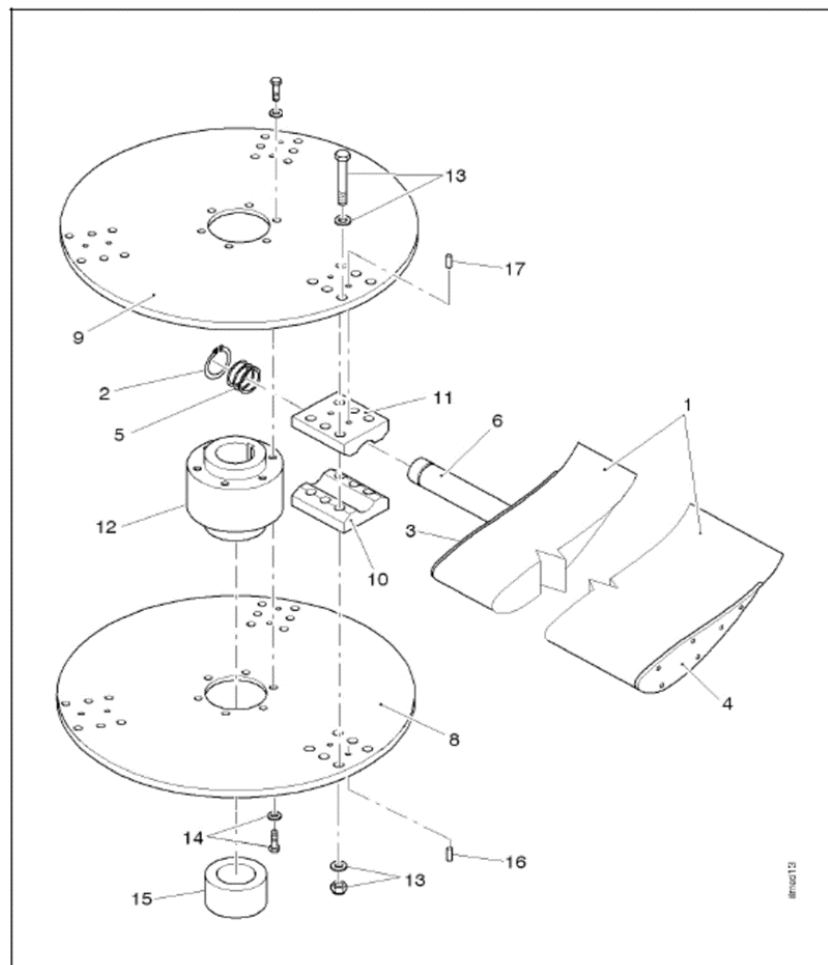

Рисунок 2-2: Основные компоненты двухдискового рабочего колеса вентилятора
Двухдисковое рабочее колесо вентилятора состоит из следующих деталей (см. Рисунок 2-2):
2.2.5. ОПИСАНИЕ ДВУХДИСКОВОГО РАБОЧЕГО КОЛЕСА ВЕНТИЛЯТОРА (Рисунок 2-2)
Рабочее колесо вентилятора (см. Рисунок 2-2) состоит из ступицы, к которой крепятся лопасти, соединительной втулки, двух опорных дисков, кольца и нескольких лопастей.